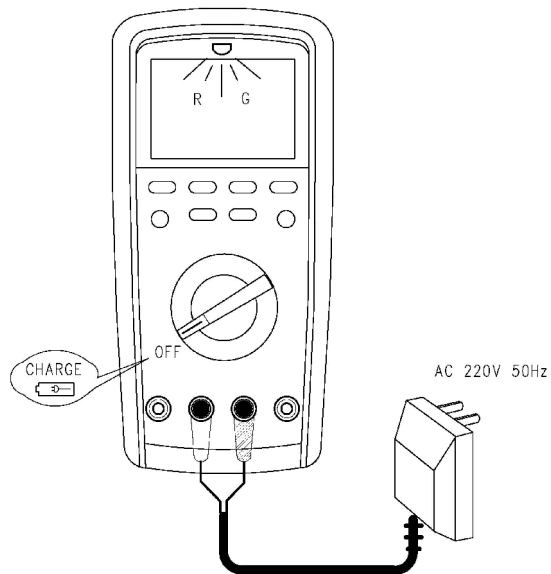

图14
*、内置工作锂电池充电:(见图14)(仅适用于UT171B/C)按图连接附件专配充电器适配器对机内锂电池